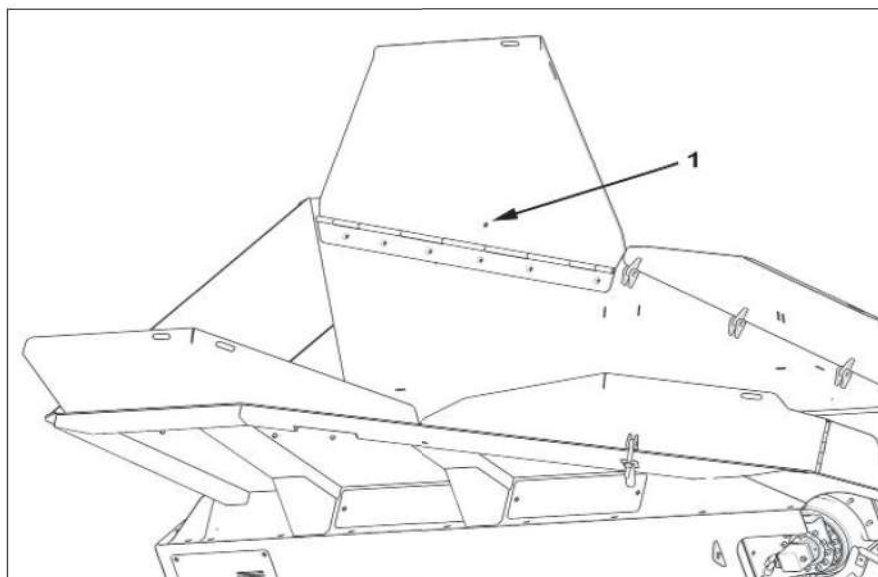

Figure 5.17 - Hopperuitbreidingen
3. Verwijder de bevestigingsbouten (1) van de uitbreidingsplaten voor de hopper (indien er uitbreidingen aangebracht zijn) afb. 5.17